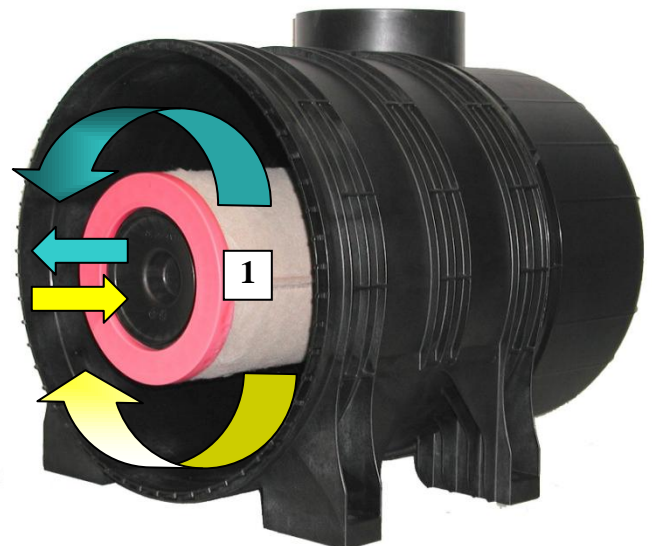

Fig. 8 Sostituzione dell'elemento secondario
- Svitare e l'elemento secondario (1) in senso antiorario e rimuoverlo.
- Inserire il nuovo elemento secondario e serrarlo a mano in senso orario (5 Nm) (vedi Fig. 8).